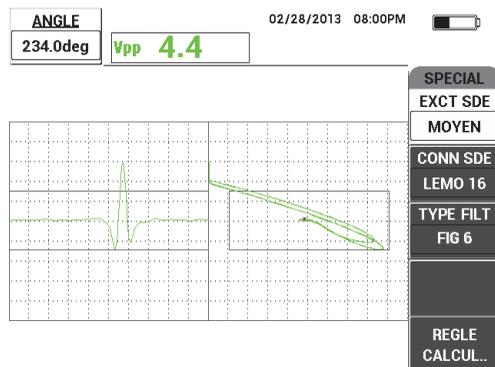

Figure 5-65 Réglage de l'angle du signal
6. Appuyez sur la touche ANGLE () , et puis réglez l'angle d'entrefer (mouvement de la sonde) de manière à ce qu'il soit aussi horizontal que possible et que le signal de l'encoche soit dirigé vers le haut (voir la Figure 5-65 à la page 188).